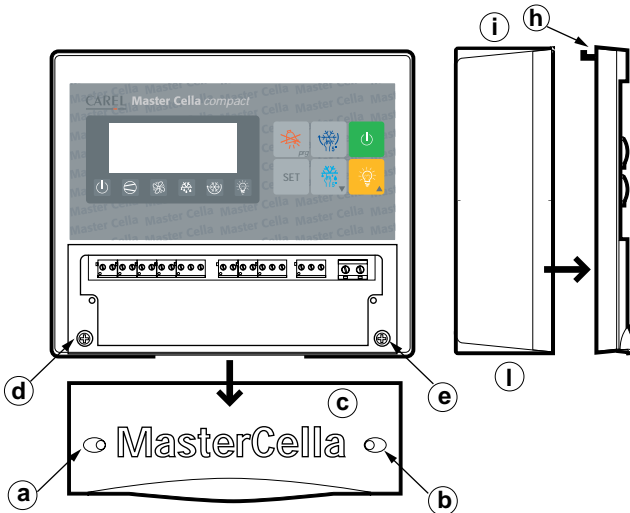

Fig. 1.2.1
Avec référence à la Fig. 1.2.1
2. Dévisser les deux vis frontales (voir Fig. 1.2.1, **a**, **b**) et enlever la petite porte centrale (**c**).
1. dévisser les deux vis (voir Fig. 1.2.1, a, b) et enlever le couvercle (c);